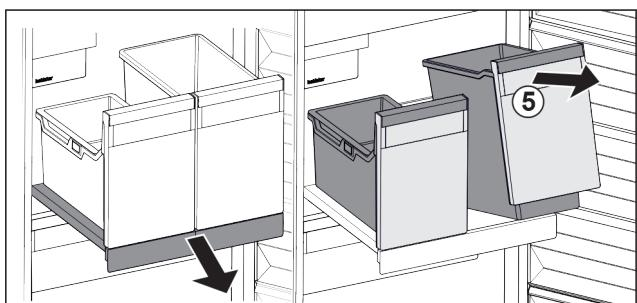

Fig. 89
- Приподнимите контейнеры Fig. 89 (5) спереди.